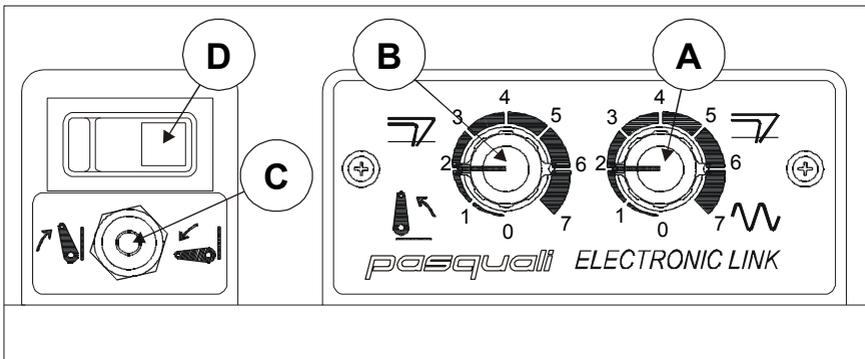

Abb. 11
A. REGULIERUNG DER ZUGKRAFT AUF DER HECKHYDRAULIK (Abb. 11).
B. REGULIERUNG DER HÖHENPOSITIONIERUNG (Abb. 11)
C. SCHALTER ZUM HEBEN UND SENKEN (Abb. 11)
D. FESTSTELLUNGSSCHALTER FÜR DIE ANBAUGERÄTE (Abb. 11).